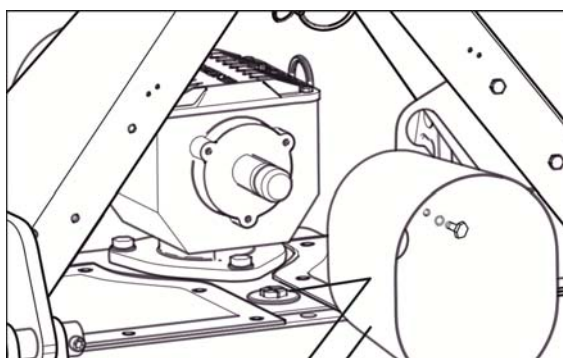

Рис. 179
Картер шестерней оснащен воздуховыпускной трубкой (Рис. 179/1). Выпуск воздуха обеспечивает герметичность картера.
2. Откройте крышку с воздуховыпускной трубкой (Рис. 179/1).